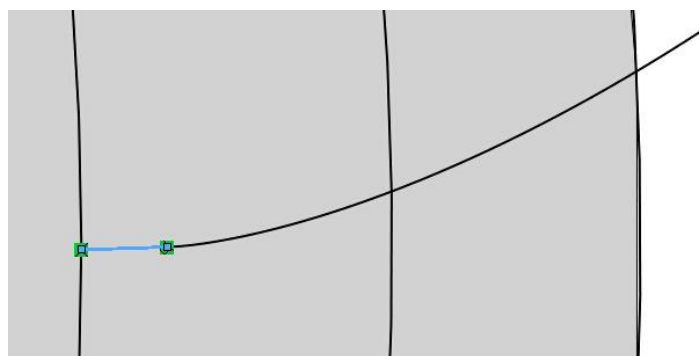

图 3-41 连接齿根圆和渐开线
(1) 用直线工具绘制直线，直线两端分别在齿根圆和渐开线发起点，然后将该直线和渐开线添加“相切”几何关系，如图 3-41 所示。